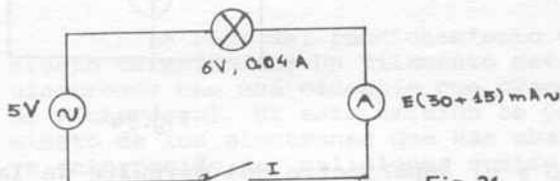

Fig.31
P.3.- Montar el circuito de la figura (fig.31 ) Cerrar I observando atentamente el amperímetro, ¿qué sucede? Abrir I y cerrar inmediatamente. Abrir I, esperar varios segundos y volver a cerrar I. ¿qué diferencia existe entre ambos casos? ¿a qué debe atribuirse?